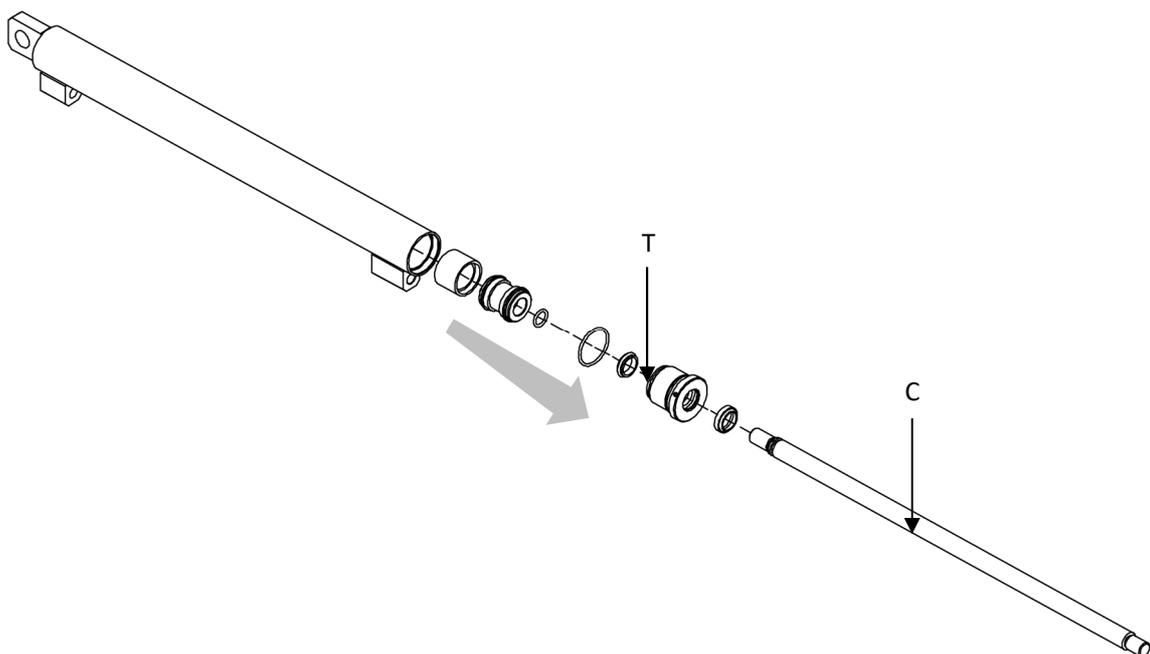

Figure 30
9. Prendre comme référence la *Figure 30*.